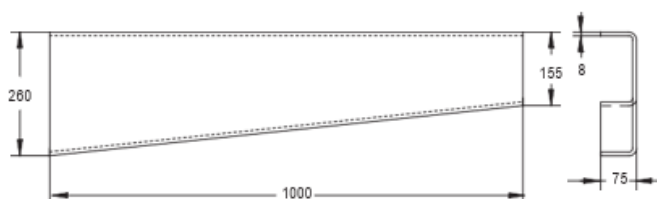

Fig. 7
- Zamontować belkę przeciwnajazdową, sprawdzić zachowanie wymiarów maks. 600 mm i wymiaru „P”, a także, czy nie trzeba wykonać cięć w podłużnicach (rys. 1 i rys. 7).